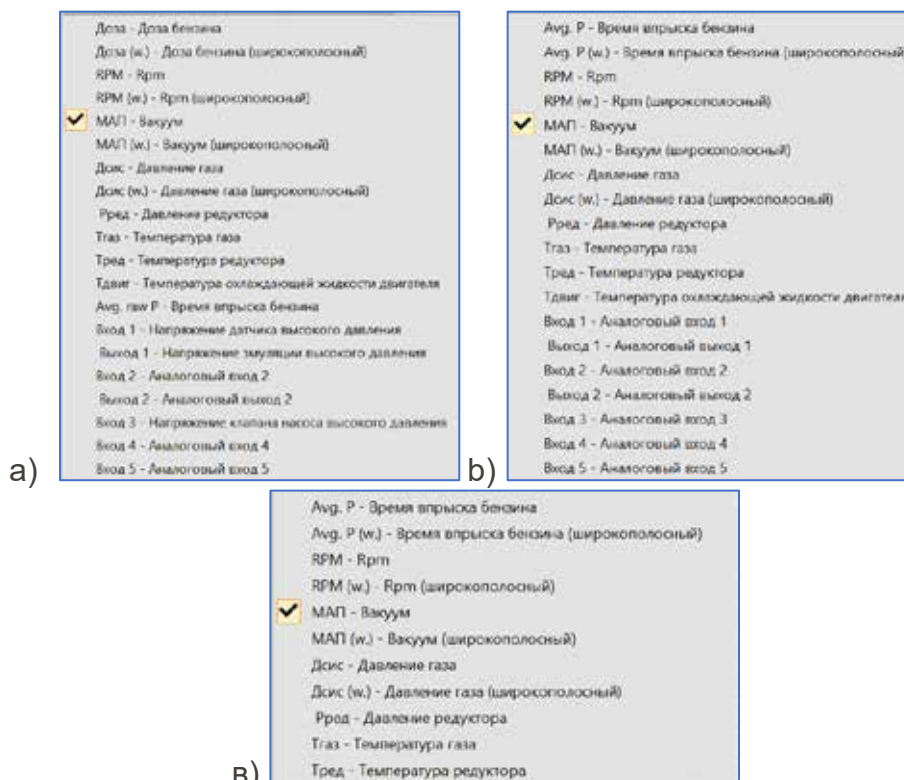
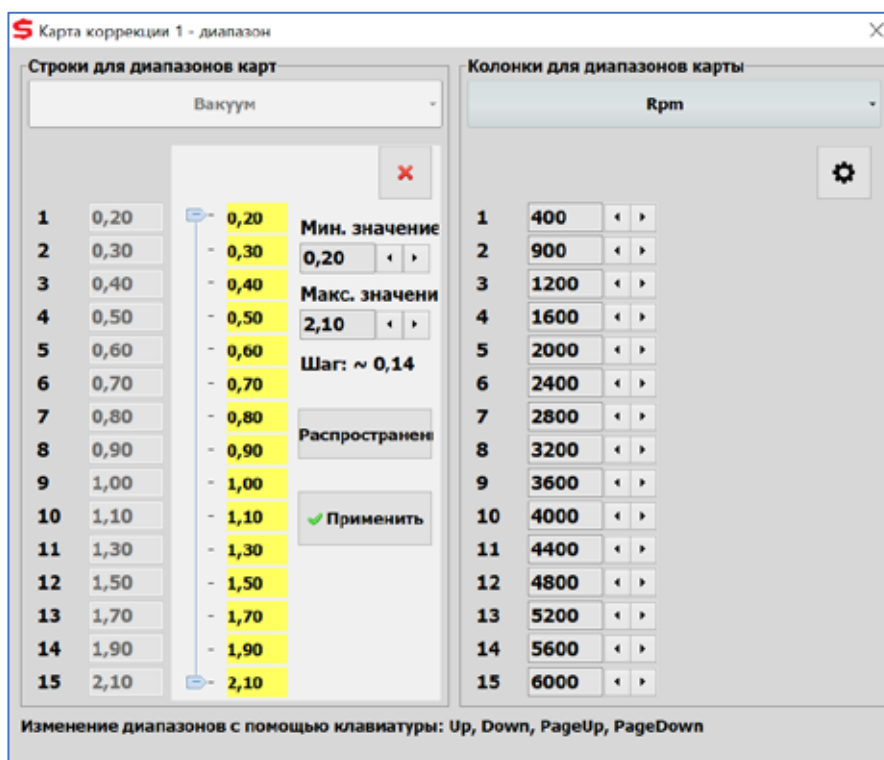

Рис. 2.82 Выбор параметров карты коррекции для контроллера впрыска а) DIRECT, б) MAX, в) 2021
Рис. 2.83 Изменение диапазонов карт коррекций
Вы можете изменять параметры и диапазоны горизонтальных и вертикальных осей на каждой карте коррекции. Для этого нажмите на кнопку «Диапазоны», а затем выберите соответствующий параметр из выпадающего списка (Рис. 2.82). Нажав на значок шестеренки в окне диапазонов, мы можем изменить диапазоны значений выбранного параметра (Рис. 2.83). Большим упрощением при оптимальном выборе значений является
- **Диапазоны** – окно выбора значений и диапазонов столбцов и строк (Рис. 2.82, Рис. 2.83).